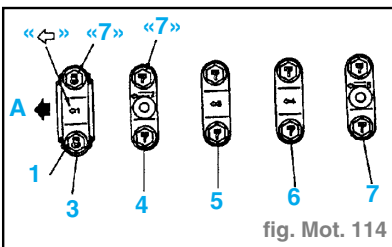

fig. Mot. 114
- Installer les chapeaux de palier d'arbre à cames **3** à **7** en respectant la marque indiquant l'avant et serrer les boulons **1** au couple prescrit. (fig. Mot. 114)